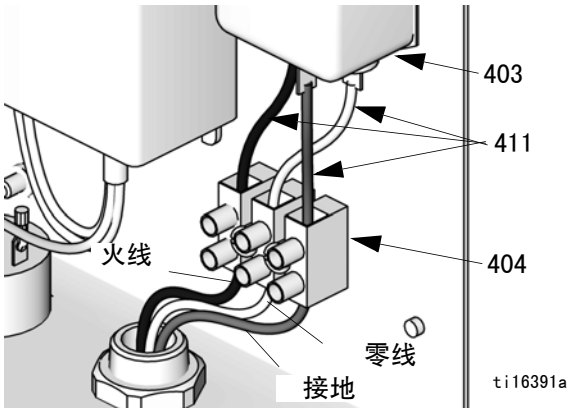

图 5. 端子板电气连接
- 11. 参见图 5。将电线束（411）与管路过滤器（403）和端子板（404）连接，如图所示。还请参见“电气示意图”。